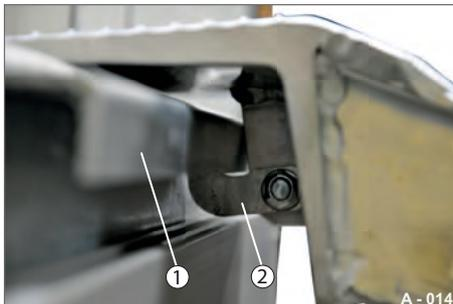

Abb. 19 Sicherungshaken, gesichert
► Prüfen, dass der Sicherungshaken (Abb. 19/2) in die Sicherungsschiene (Abb. 19/1) greift.